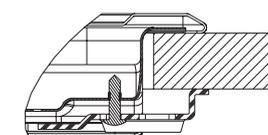

Fig. 1
- Fixez les attaches à ressort (A) (fig. 1) à l'aide des vis fournies, en respectant les distances indiquées.
- Après avoir terminé les branchements électriques, introduisez la table de cuisson par le haut et accrochez-la aux ressorts de support, comme le montre la fig. 1.